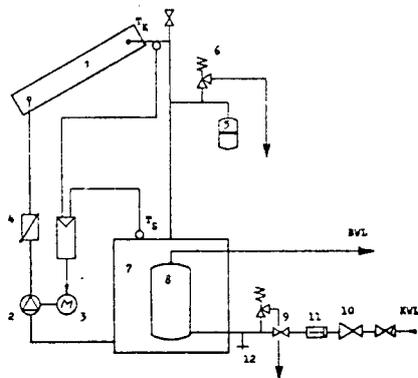

Bild 1: Kollektorkreislauf; Verwertung der Sonnenenergie für Brauchwasserbereitung
Wesentlichster Bestandteil jeder Heizungsanlage mit Verwertung von Sonnenenergie ist der Kollektorkreislauf (Bild 1). Dieser besteht aus dem am Dach angebrachten Kollektoren (1), einer Umwälzpumpe (2) mit nachgeschalteter Rückschlagklappe (4), dem Wärmespeicher (7) und den verbindenden Rohrleitungen. Zur Volumenausdehnung wird noch ein Ausdehnungsgefäß (5) benötigt und analog den sicherheitstechnischen Vorschriften für Heizungsanlagen ein Sicherheitsventil (6).
Der in Bild 1 dargestellte Wärmespeicher enthält in seinem Inneren einen Speicher-Brauchwasserbereiter (8). Die Größe des Wärmespeichers muß optimal bemessen werden, wobei für die Optimierung die Werte des Verbrauchs und der zur Verfügung stehenden Sonnenenergie mit all ihren Abhängigkeiten von der Jahreszeit, den Wetterbedingungen usw. erforderlich sind.